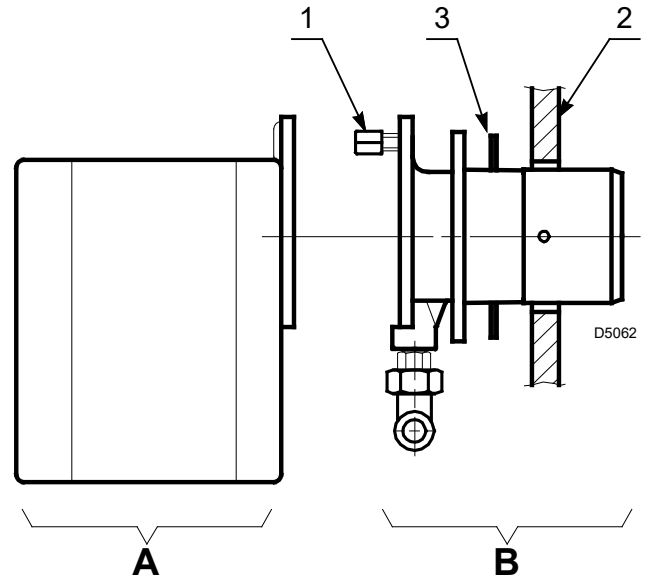

Fig. 8
- Séparer la tête de combustion du reste du brûleur en enlevant l'écrou 1) et en désolidarisant le groupe A)(Fig. 8).
- Fixer le groupe B)(Fig. 8) à la plaque 2) de la chaudière en intercalant l'écran isolant 3) fourni.